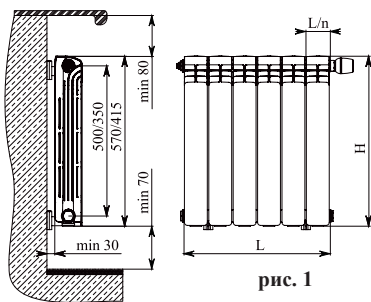

рис. 1
2.6 Для оптимальной теплоотдачи расстояние между радиатором и полом должно быть 70–120мм, а между радиатором и подоконником не менее 80мм. Кронштейны должны обеспечивать расстояние от стены 30–50мм, а также горизонтальное положение радиатора (см.рис.1.)